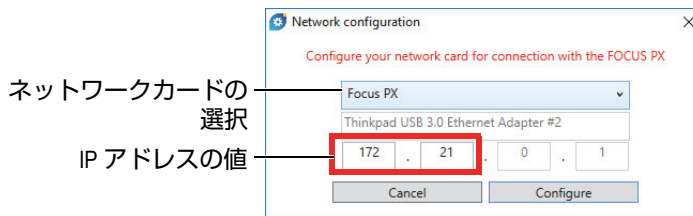

図 5-3 構成するネットワークカードの選択
4. [Network configuration (ネットワーク構成)] ダイアログボックスで、FOCUS PX の通信に使用するネットワークカードを選択します (図 5-3 ページの 21 を参照)。